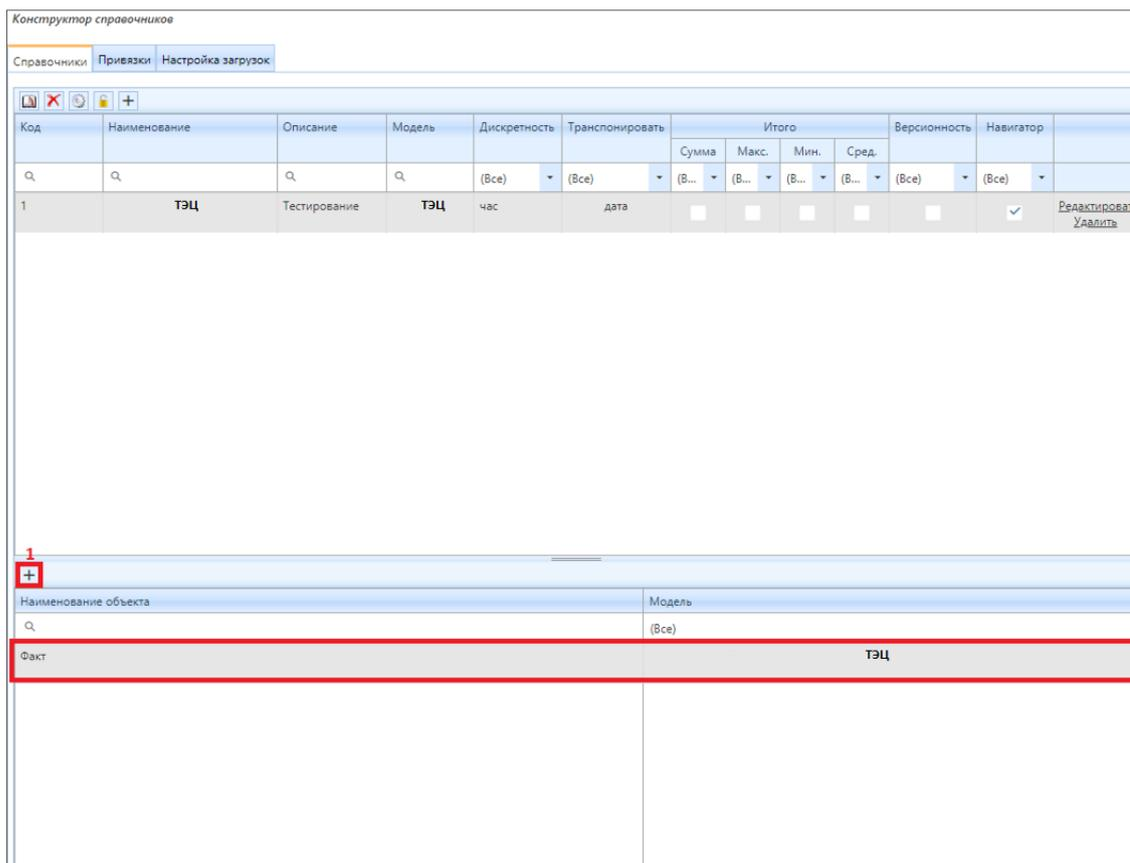

Рисунок 4.6.39 – Создание строки с наименованием объекта и выбором модели
В нижней части экрана необходимо создать строку нажатием кнопки (1) «Создать» (рис. 4.6.39) и указать наименование объекта и модели (рис. 4.6.39).